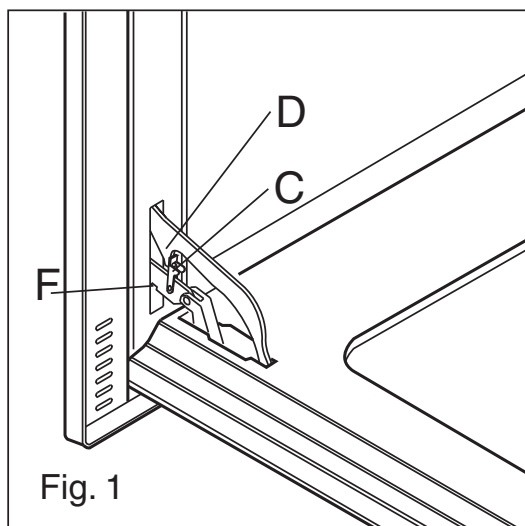

Fig. 1
Per facilitare pulizie intensive del forno è pratico smontare la porta attenendosi alle seguenti istruzioni: inserire l'aggancio (C) (fig. 1) nel settore cerniera (D). Portare la porta in posizione semiaperta ed operando con le due mani tirare verso di sé la portina sino a che la stessa non si sia sganciata dall'attacco. Per rimontare la porta operare in modo inverso avendo cura di introdurre correttamente le due guide (F).
Para facilitar la limpieza intensiva del horno resulta práctico desmontar la puerta siguiendo las siguientes instrucciones: insertar el enganche (C) (fig. 1) en el sector bisagra (D). Poner la puerta en posición semiabierto y operando con las dos manos tirar hacia sí mismo la portezuela hasta que ésta se haya desenganchado de su acoplamiento. Para volver a montar la puerta operar de manera inversa teniendo cuidado en introducir correctamente las dos guías (F).
Il convient de démonter la porte en se conformant aux indications suivantes pour nettoyer le four à fond : introduire l'élément (C) (fig. 1) à la hauteur de la charnière (D). Ouvrir la porte à moitié et tirer celle-ci des deux mains vers soi jusqu'à ce que l'élément la décroche. Pour remonter la porte, procéder de la même façon mais en sens inverse en ayant soin d'introduire correctement les deux guides (F).
For ease of intensive cleaning it is practical to dismantle the door following these instructions: insert the hook (C) (fig. 1) in the hinge sector (D). Put the door in half-open position and, using both hands, pull the small door towards you until it uncouples from the connection. To reassemble the door, proceed in inverse order, taking care to insert the two guides (F) correctly.
Um die gründliche Reinigung des Ofens zu vereinfachen, kann die Tür nach folgenden Anweisungen abmontiert werden: den Einspanner (C) (Abb. 1) in das Scharniersegment (D) einstecken. Die Tür zur Hälfte öffnen und mit beiden Händen zu sich ziehen, bis sie sich aus dem Anschluss ausspannt. Für die erneute Montage der Tür, auf umgekehrte Weise vorgehen und die beiden Führungen (F) korrekt einführen.